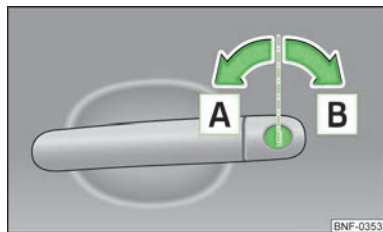

Fig. 11
- Rotiți cheia în butucul portierei șoferului, în sensul de deplasare (poziție de descuriere) **A** » fig. 11.
- Rotiți cheia în încuietorea portierei șoferului în sens contrar sensului de deplasare (poziție de încuiere) **B** » fig. 11 la pagina 22.